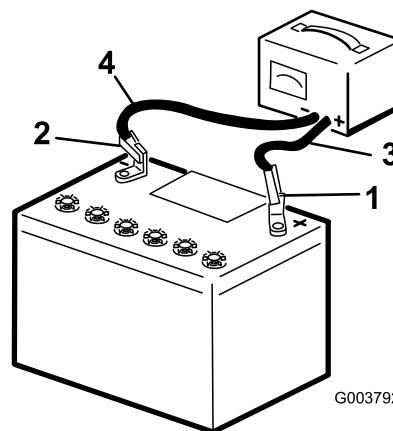

Рисунок 84
- Подсоедините отрицательный провод зарядного устройства к отрицательному штырю аккумуляторной батареи (Рисунок 84).
5. После полной зарядки аккумуляторной батареи отсоедините зарядное устройство от источника электропитания и штырей аккумуляторной батареи (Рисунок 84).